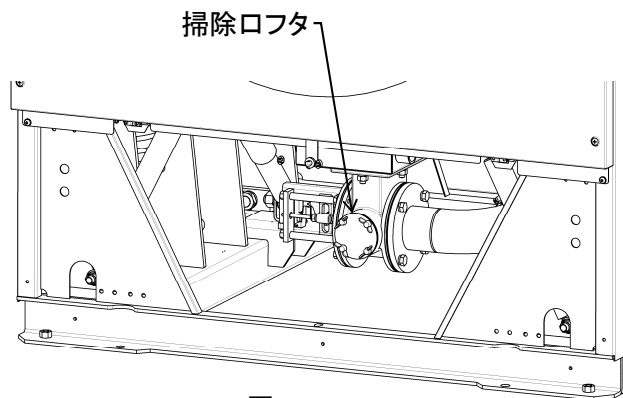

図8-14
- ・ 前面下部カバーを外します。(図8-14)
- ・ 前面に⑰掃除口フタが見えます。